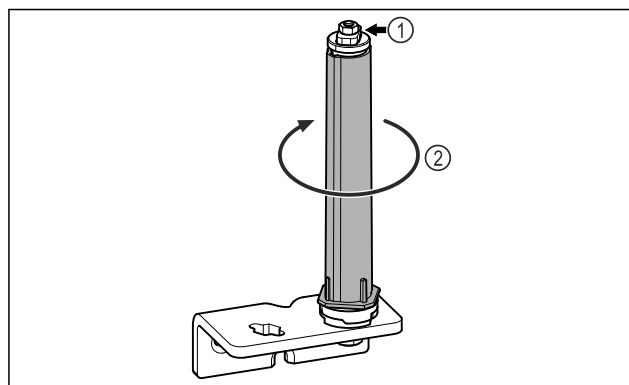

Fig. 28
- Ta inte isär dörlåssystemet Fig. 28 (1).
- Vrid låssystemet Fig. 28 (2) tills det klickar.